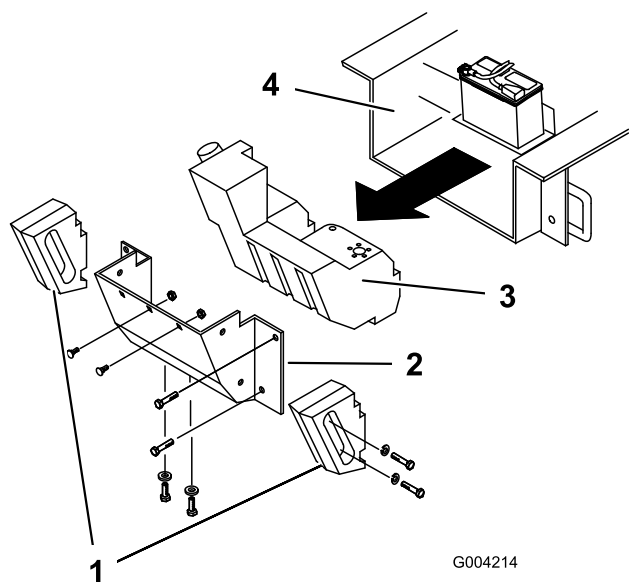

Figura 58
Con el tiempo, el chasis debajo del motor acumula suciedad y residuos que deben ser eliminados. Abra el capó e inspeccione frecuentemente la zona debajo del motor con una linterna. Cuando la acumulación de residuos llegue a 2,5–5 cm de grosor, complete el procedimiento siguiente (consulte Figura 58 para todo este procedimiento):
4. Retire los pernos, las arandelas y las arandelas de freno que fijan los dos contrapesos laterales, y retire los contrapesos (Figura 58).
7. Retire las seis tuercas y los pernos que fijan el panel trasero, y retire el panel (Figura 58).
9. Deslice el depósito de combustible hacia atrás (Figura 58).
16. Introduzca el depósito de combustible parcialmente en el chasis (Figura 58).
22. Vuelva a colocar el panel trasero y fíjelo con los seis pernos y las tuercas que retiró anteriormente (Figura 58).
24. Instale los contrapesos laterales con los pernos, las arandelas y las arandelas de freno que retiró anteriormente (Figura 58).